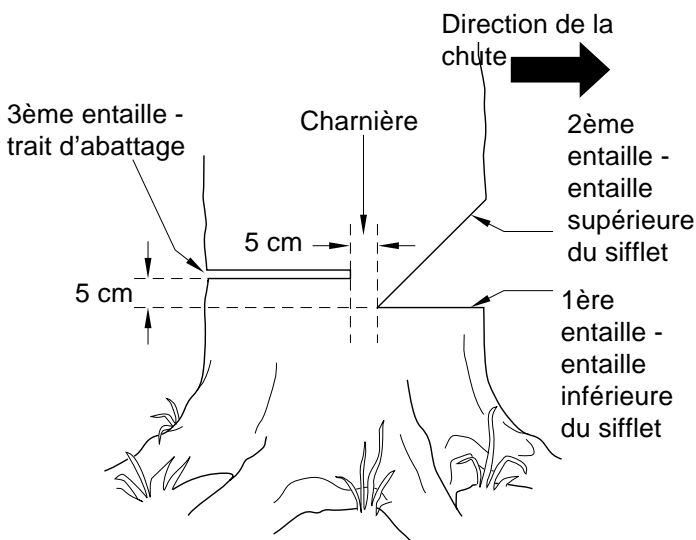

Figure 9 - Abattage d'un arbre
Un sifflet d'abattage correctement placé permet de déterminer la direction de la chute de l'arbre. Placer le sifflet d'abattage du côté de l'arbre où l'on veut qu'il tombe. (Voir la figure 9, page 10.) Procéder de la façon suivante pour faire le sifflet.
1. Faire l'entaille inférieure aussi près du sol que possible. Tenir la tronçonneuse de manière à ce que la lame-guide soit horizontale. Tailler sur 1/3 du diamètre du tronc d'arbre. (Voir la figure 9, page 10.) *Note* : Toujours commencer par faire cette entaille inférieure horizontale. Si l'on fait cette entaille en second, l'arbre risque de pincer la chaîne ou la lame-guide.
Exemple : Si l'entaille inférieure a 20 cm (8 po) de profondeur, commencer l'entaille supérieure à 20 cm au-dessus de cette dernière. Scier vers le bas à un angle de 45°. L'entaille supérieure doit rencontrer l'extrémité de l'entaille inférieure. (Voir la figure 9, page 10.)
1. De l'autre côté de l'arbre, faire le trait d'abattage à 5 cm (2 po) au-dessus de l'entaille inférieure du sifflet. (Voir la figure 9, page 10.) Faire le trait parallèle à l'entaille inférieure.
Ne pas scier l'arbre complètement. Laisser environ 5 cm (2 po) de bois non scié directement derrière le sifflet d'abattage. (Voir la figure 9.) Cette partie non sciée sert de charnière. La charnière empêche l'arbre de se tordre et de tomber dans la mauvaise direction.